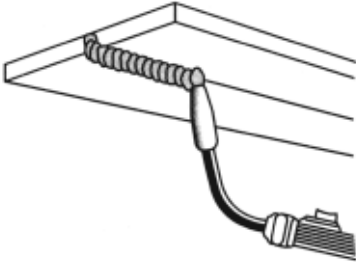

Figure 24. Position en hauteur
4. La POSITION EN HAUTEUR (figure 24) est la position de soudage la plus difficile : la gravité agit sur le bain de fusion, tentant de le faire couler de la pièce à travailler. L'angle A (voir COMMENT TENIR LE PISTOLET, à la page 19) doit être maintenu à 60 degrés, le même qu'en position à plat. Cet angle réduit les chances que du métal en fusion ne s'échappe de la buse s'il s'égouttait du bain de fusion. L'angle B doit être à zéro degré, de façon à ce que le fil soit dirigé directement sur le joint de soudure. Si vous expérimentez un écoulement excessif du bain de fusion, sélectionnez un réglage de chaleur plus faible. En outre, le cordon oscillé tend à mieux fonctionner que le cordon longitudinal lors du soudage en hauteur.